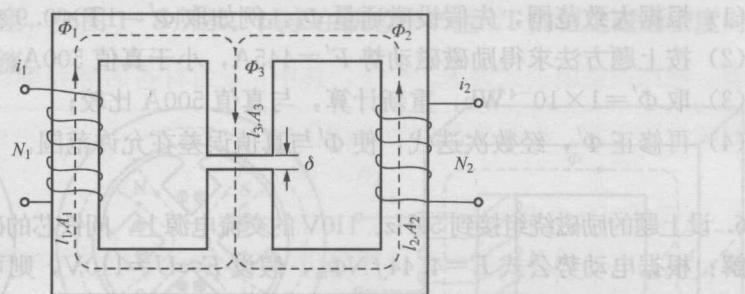

图 1-11
9. 如图 1-11 所示的含有气隙的分支铁芯磁路，各段铁芯磁路的材料相同，各段磁路的平均长度和截面积如图 1-11 所示，不计漏磁通，若已知气隙磁通 Φ_3 ，匝数 N_1 、 N_2 和直流电流 i_1 ，设铁芯的磁化曲线已知，则应如何求得气隙磁通 Φ_1 、 Φ_2 和直流电流 i_2 ？
解：(1) 将磁路分为 4 段：左侧铁芯段，长度 l_1 ；右侧铁芯段，长度 l_2 ；中间铁芯段，长度 l_3 ；气隙段 δ ，磁通方向如图 1-11 所示。